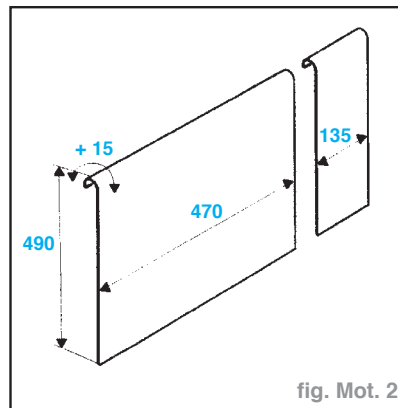

fig. Mot. 2
- Mettre en place un outil de fabrication locale de protection de radiateur (fig. Mot. 2)